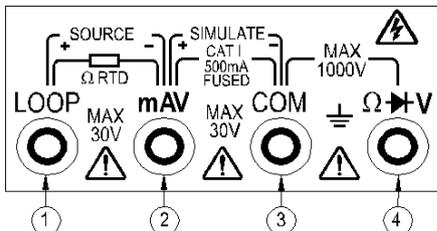

Рис. 2.
- Рис. 2 и Таблица 2 описывают измерительные/выходные гнезда.